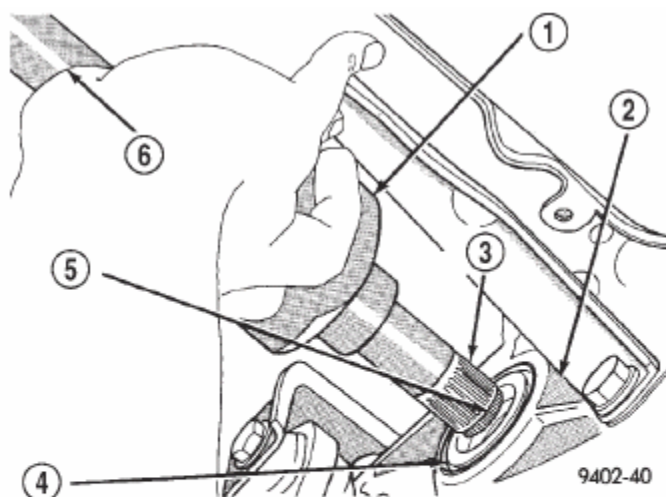

Fig. 14 Desmontaje de la articulación de tipo Tripod del transeje
(16) Sostenga la articulación de tipo Tripod interna y el eje de interconexión del conjunto de eje de transmisión. Retire la articulación de tipo Tripod interna del transeje, tirando de ella en dirección recta para separarla del engranaje lateral y de la junta de aceite del transeje (Fig. 14). **Al retirar la articulación de tipo Tripod, no deje que el estriado o el anillo de muelle rocen contra el reborde obturador entre el transeje y la junta de aceite de la articulación de tipo Tripod.**
(1) Limpie por completo las estrías y la superficie sellante de la junta de aceite de la articulación de tipo Tripod. Lubrique ligeramente la superficie sellante de la junta de aceite de la articulación de tipo Tripod con lubricante de transmisión nuevo y limpio.
(2) Mientras sostiene el conjunto de eje de transmisión por la articulación de tipo Tripod y el eje de interconexión, instale manualmente la articulación de tipo Tripod en el engranaje lateral del transeje tan adentro como sea posible (Fig. 14).